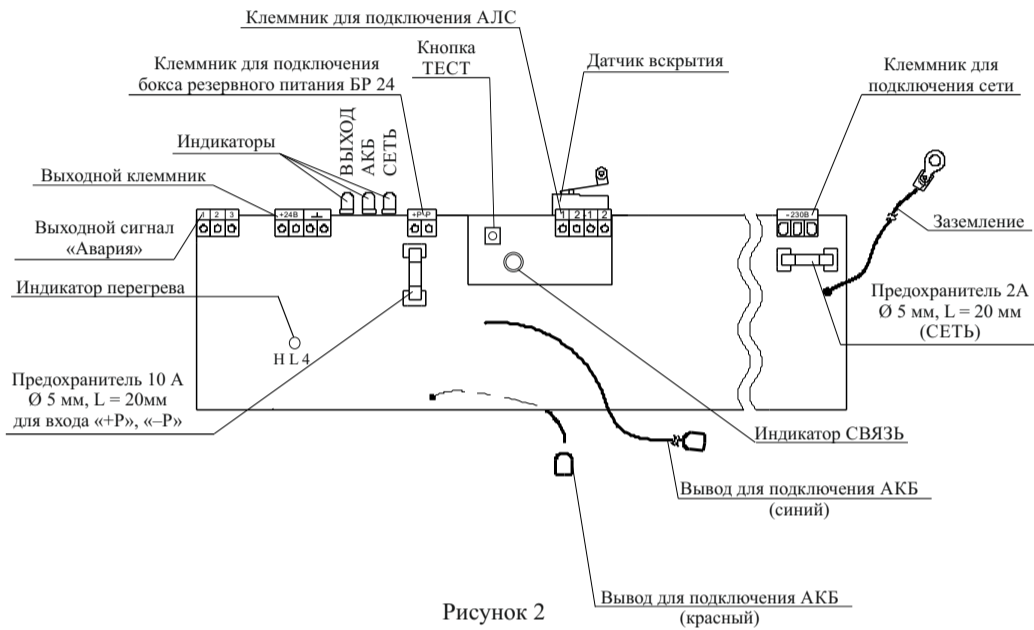

Рисунок 2
6.4 Подключение источника (рисунок 2) производить в следующей последовательности: